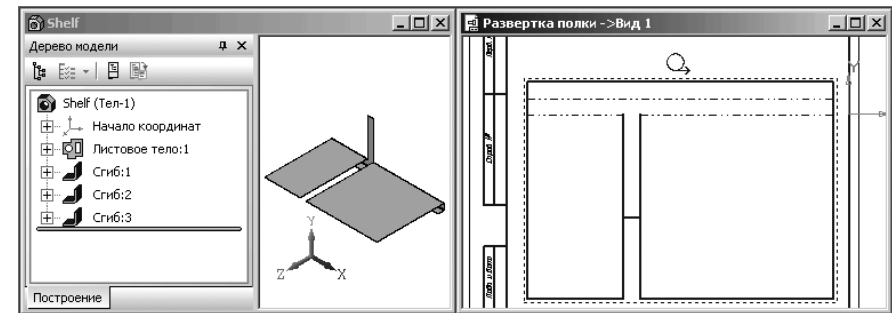

Рис. 7.45. Модель **Полка** и ее развертка
- щелкните мышкой в центре форматки и увеличьте с помощью колесика мыши размер развертки. Это состояние показано на рис. 7.45;